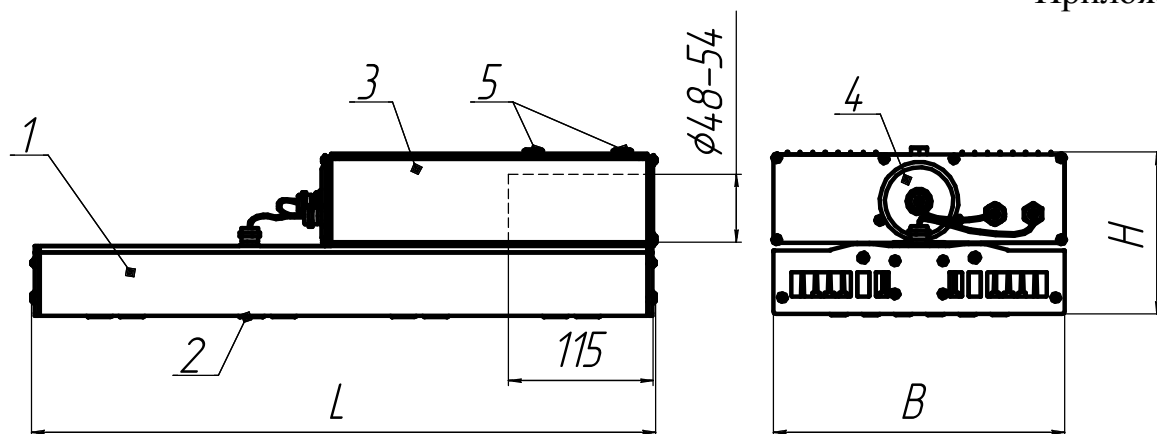

Рисунок 1 - Внешний вид и габариты светильников серии ДКУ15.
6.3 Перед установкой светильника необходима извлечь заглушку кронштейна поз.4 (рис. 1).